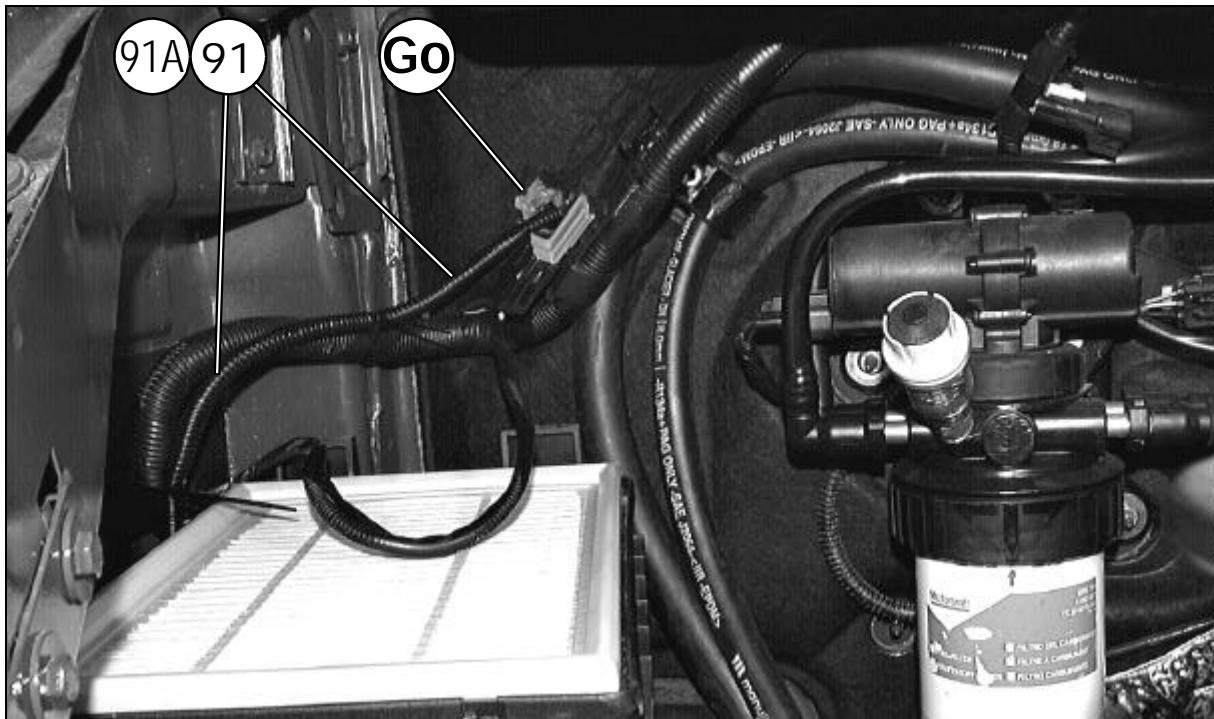

FIG.8D
Tagliare la guaina di protezione del tubo gas del gruppo climatizzatore, nella zona di figura. Bloccare la sonda "St" del termostato "66" al tubo gas mediante molla "69". Rivestire il tubo gas e la parte terminale della sonda "St", nella zona della molla, mediante mastice anti-condensa "70". Collegare i cavi dell'impianto elettrico comandi "91", precedentemente introdotti nell'abitacolo (vedi fig.8D), al termostato "66" (vedi pos.14 dello schema elettrico allegato).
Couper la gaine de protection du tuyau gaz du groupe climatisateur, dans la zone indiquée sur la figure. Fixer la sonde "St" du thermostat "66" au tuyau gaz à l'aide du ressort "69". Recouvrir le tuyau gaz et la partie terminale de la sonde "St", dans la zone du ressort, à l'aide du mastic anti-condensation "70". Connecter les fils du faisceau électrique des commandes "91", précédemment introduits dans l'habitacle (voir fig.8D), au thermostat "66" (voir pos.14 du schéma électrique joint).
Cut the protection sheath for the climate control unit gas hose in the position indicated in the figure. Lock probe "St" of the thermostat "66" to the gas hose using spring "69". Coat the gas hose and the terminal portion of probe "St" (in the area around the spring) with the condensation-proofing material "70". Connect the control system wiring "91", previously brought into the passenger compartment (see Fig. 8D), to the thermostat (see the enclosed wiring diagram, pos. 14).
Die Abdeckung des Kältemittelschlauchs des Heiz-Klimagerätes im Bereich der Abbildung schneiden. Fühler "St" des Thermostats an Kältemittelschlauch mit Feder "69" befestigen. Den Kältemittelschlauch und das Endteil des Fühlers "St" im Bereich der Klammer mit Antikondenswasserdichtemasse "70" verkleiden. Die vorher in den Fahrzeuginnenraum (siehe Abb. 8D) eingeführten Kabel "91" an Thermostat "66" (siehe Pos. 14 des Schaltschemas im Anhang) anschließen.
Cortar la vaina de protección del tubo gas del grupo climatizador, en la zona de la figura. Bloquear la sonda "St" del termostato "66" al tubo de gas mediante resorte "69". Revestir el tubo de gas y la parte terminal de la sonda "St", en la zona del resorte, mediante masilla anticondensación "70". Conectar los cables de la instalación eléctrica mandos "91", precedentemente introducidos en el habitáculo (véase fig. 8D), al termostato "66" (véase pos.14 del esquema eléctrico adjunto).
Tagliare la guaina di protezione del tubo gas del gruppo climatizzatore, nella zona di figura. Bloccare la sonda "St" del termostato "66" al tubo gas mediante molla "69". Rivestire il tubo gas e la parte terminale della sonda "St", nella zona della molla, mediante mastice anticondensa "70". Collegare i cavi dell'impianto elettrico comandi "91A", precedentemente introdotti nell'abitacolo (vedi fig.8D), al termostato "66" (vedi pos.14 dello schema elettrico allegato). Collegare il cavo "ARANCIO" dell'impianto elettrico "91A" al cavo "VERDE-ARANCIO", collegato al connettore "Co", mediante giunzione RAYCHEM "92" (vedi pos.53 dello schema elettrico allegato). Sfilare i cavi "VERDE-BIANCO" e "VERDE-NERO", collegati al connettore "Co", eliminare il terminale esistente e collegarli all'impianto elettrico "91A" mediante terminali forniti "93" (vedi pos.12-52 dello schema elettrico allegato).
Couper la gaine de protection du tuyau gaz du groupe climatisateur, dans la zone indiquée sur la figure. Fixer la sonde "St" du thermostat "66" au tuyau gaz à l'aide du ressort "69". Recouvrir le tuyau gaz et la partie terminale de la sonde "St", dans la zone du ressort, à l'aide du mastic anti-condensation "70". Connecter les fils du faisceau électrique des commandes "91A", précédemment introduits dans l'habitacle (voir fig.8D), au thermostat "66" (voir pos.14 du schéma électrique joint). Connecter le fil "ORANGE" du faisceau électrique "91A" au fil "VERT-ORANGE", connecté au connecteur "Co", à l'aide du raccord RAYCHEM "92" (voir pos.53 du schéma électrique joint). Désenfiler les fils "VERT-BLANC" et "VERT-NOIR", connectés au connecteur "Co", éliminer la borne existante et les connecter au faisceau électrique fourni "91A", à l'aide des bornes fournies "93" (voir pos.12-52 du schéma électrique joint).
Cut the protection sheath for the climate control unit gas hose in the position indicated in the figure. Lock probe "St" of the thermostat "66" to the gas hose using spring "69". Coat the gas hose and the terminal portion of probe "St" (in the area around the spring) with the condensation-proofing material "70". Connect the control system wiring "91A", previously brought into the passenger compartment (see Fig.8D), to the thermostat (see the enclosed wiring diagram, pos. 14). Connect the "ORANGE" wire of wiring system "91A" to the "GREEN-ORANGE" wire hooked up to connector "Co". Use the Raychem connector "92" (see the enclosed wiring diagram, pos. 53). Withdraw the "GREEN-WHITE" and "GREEN-BLACK" wires connected to connector "Co", eliminate the existing terminal and hook them up to wiring system "91A" using the supplied terminals "93" (see the enclosed wiring diagram, pos. 12-52).
Die Abdeckung des Kältemittelschlauchs des Heiz-Klimagerätes im Bereich der Abbildung schneiden. Fühler "St" des Thermostats an Kältemittelschlauch mit Feder "69" befestigen. Den Kältemittelschlauch und das Endteil des Fühlers "St" im Bereich der Klammer mit Antikondenswasserdichtemasse "70" verkleiden. Die vorher in den Fahrzeuginnenraum (siehe Abb.8D) eingeführten Kabel "91A" an Thermostat "66" (siehe Pos. 14 des Schaltschemas im Anhang) anschließen. Kabel "ORANGE" der elektrischen Anlage "91A" an Kabel "GRÜN-ORANGE". Das am Steckverbinder "Co" mit RAYCHEM Verbindung "92" angeschlossen ist verkabeln. (siehe Pos 53 des Schaltschemas im Anhang). Die am Steckverbinder "Co" angeschlossenen Kabel "GRÜN"-WEISS" und "GRÜN"-SCHWARZ" herausziehen, den vorhandenen Stecker entfernen und die Kabel an die elektrische Anlage "91A" mit gelieferten Steckern "93" anschließen (siehe Pos. 12-52 des Schaltschemas im Anhang).
Cortar la vaina de protección del tubo gas del grupo climatizador, en la zona de la figura. Bloquear la sonda "St" del termostato "66" al tubo de gas mediante resorte "69". Revestir el tubo de gas y la parte terminal de la sonda "St", en la zona del resorte, mediante masilla anticondensación "70". Conectar los cables de la instalación eléctrica mandos "91A", precedentemente introducidos en el habitáculo (véase fig.8D), al termostato "66" (véase pos.14 del esquema eléctrico adjunto). Conectar el cable "ANARANJADO" de la instalación eléctrica "91A" al cable "VERDE-ANARANJADO", conectado al conector "Co", mediante junta RAYCHEM "92" (véase pos.53 del esquema eléctrico adjunto). Extraer los cables "VERDE-BLANCO" y "VERDE-NEGRO", conectados al conector "Co", eliminar el terminal existente y conectarlos a la instalación eléctrica "91A" mediante terminales abastecidos "93" (véase pos.12-52 del esquema eléctrico adjunto).